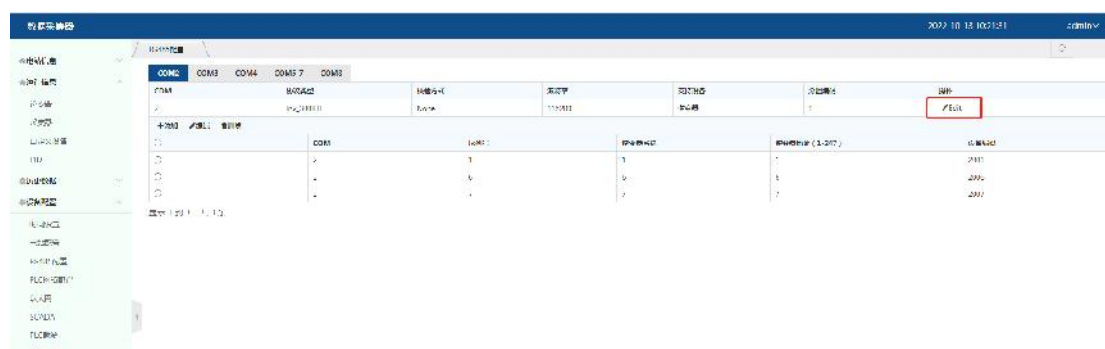
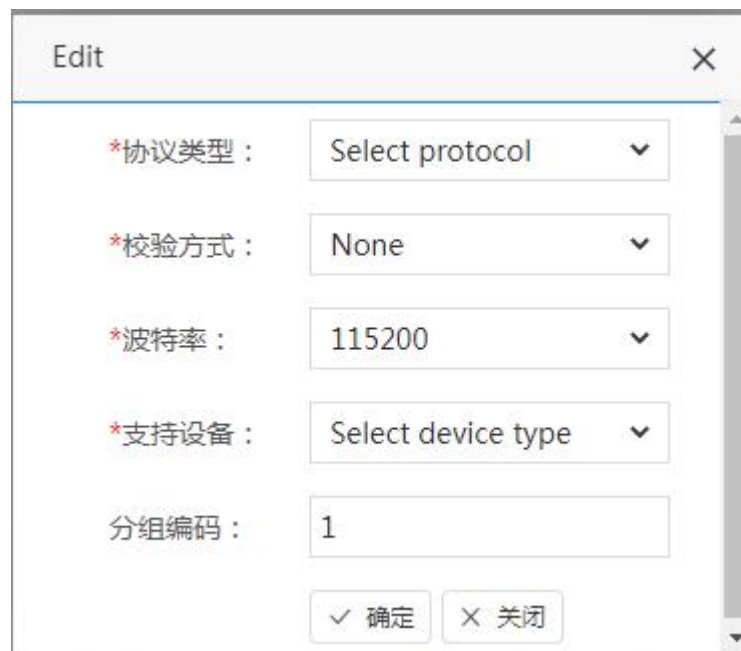

图 5.10
图 5.11
2. 点击选择设备接入的端口，弹出设备端口配置页面，如图 5.10:
点击图 5.10 红色标注框所示【Edit】，弹出图 5.11 界面，根据实际业务选择